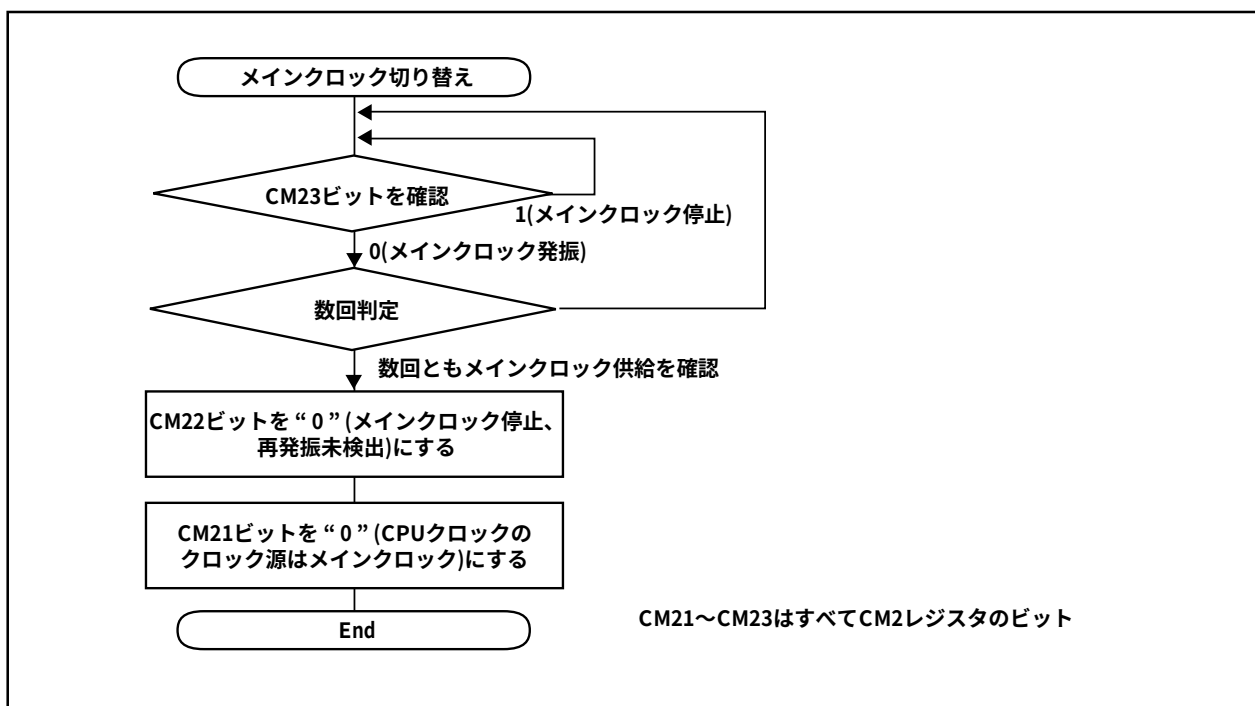

図7.10. オンチップオシレータクロックからメインクロックへの切り替え手順
- ・発振停止後、メインクロックが再発振した場合は、プログラムでメインクロックをCPUクロックや周辺機能のクロック源に戻してください。図7.10にオンチップオシレータクロックからメインクロックへの切り替え手順を示します。